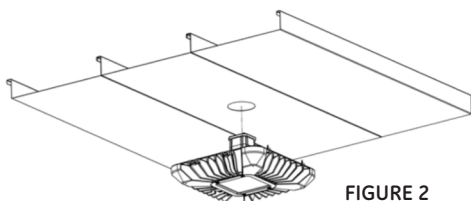

FIGURE 2
- B. Amenez le luminaire vers l'ouverture de 4 po (102 mm). Passez les fils ou les câbles dans le plafond. Ne coinciez pas les fils entre le luminaire et le plafond. (Voir Fig. 2)